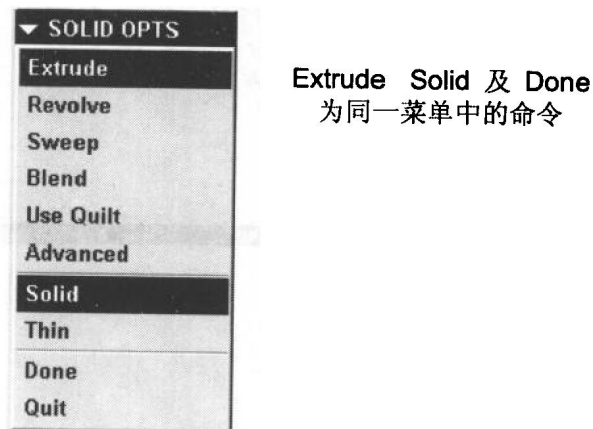

图 3
5. | (例如: Extrude | Solid | Done): 同一菜单中的命令 (见图 3)。